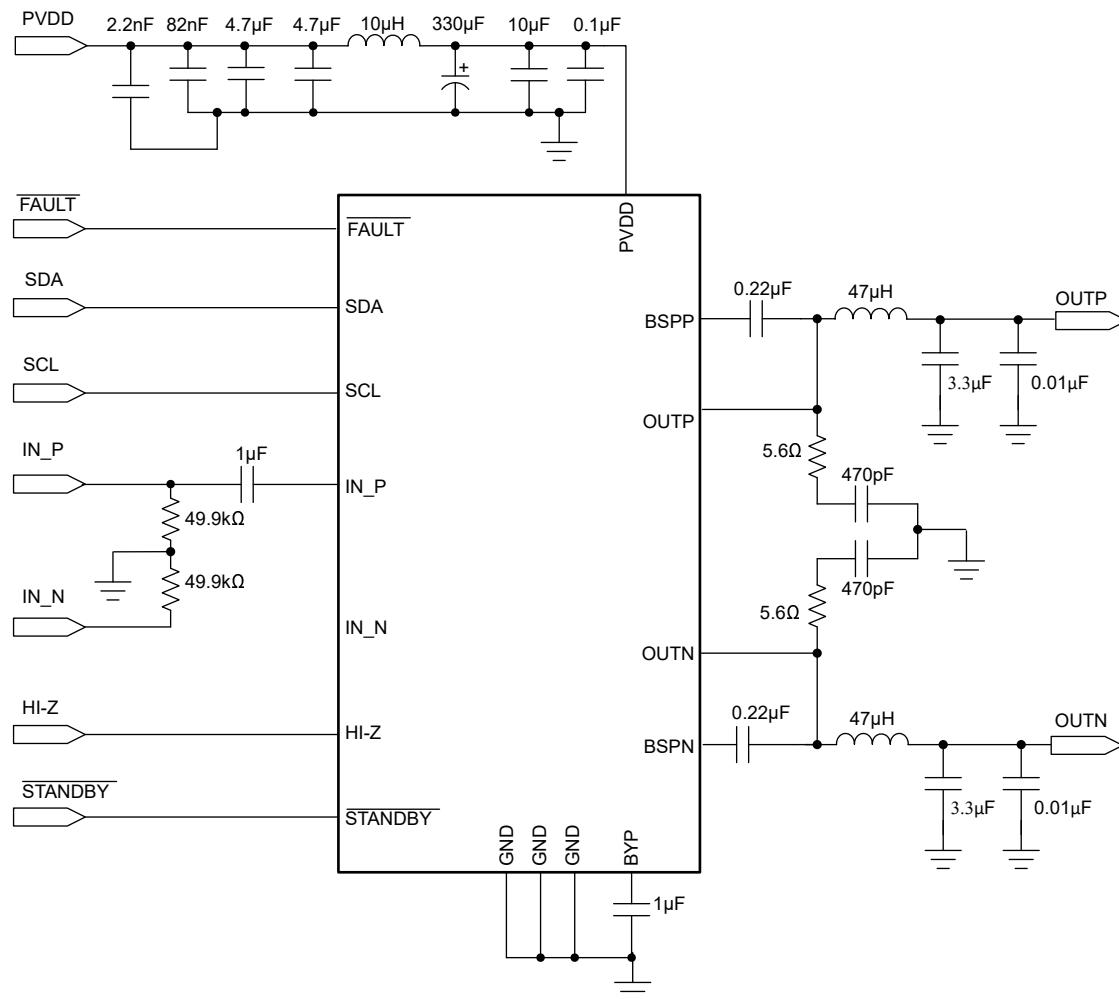

図 8-1. TSD5402-Q1 代表的なアプリケーション回路図
出力段はデュアル NMOS ドランジスタを使用しているため、この回路では各出力のハイサイドが正しくオンになるようにブートストラップ コンデンサが必要です。必要なコンデンサ接続は、図 8-1 に示すように、BSTN から OUTN へ、BSTOP から OUTP へと接続します。
- ステップ 1: ハードウェア回路図設計: 図 8-1 をガイドとして使用して、ハードウェアをシステム回路図に統合します。